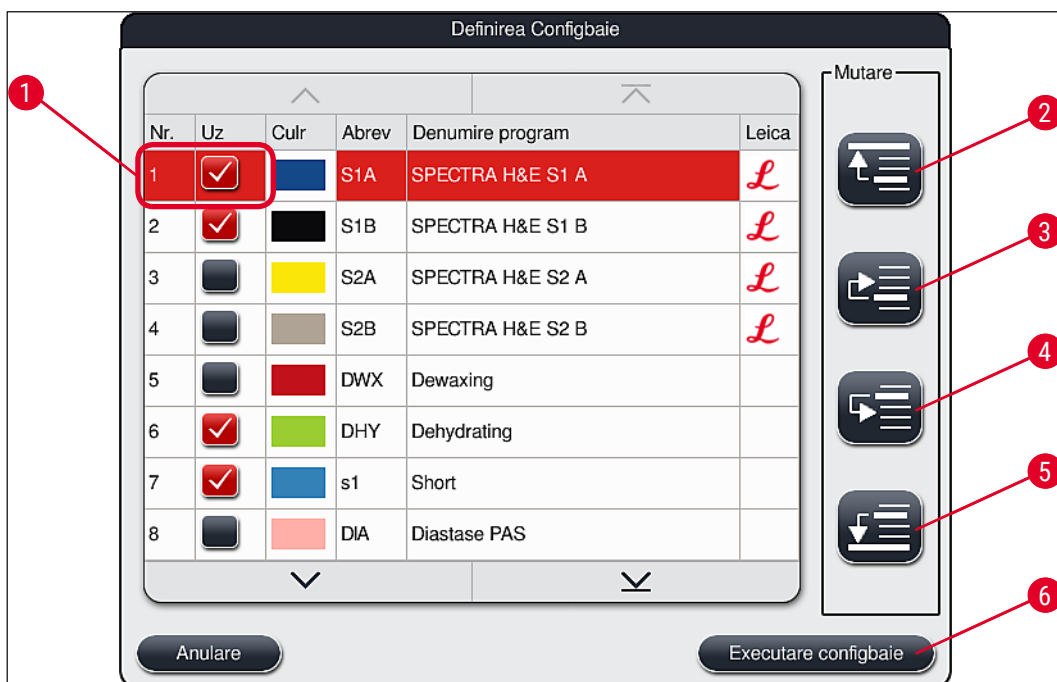

Fig. 49
- Apăsați tasta **Continuare** (→ "Fig. 51-4") pentru a continua sau tasta **Anulare** (→ "Fig. 51-5") pentru a reveni la selecția programului (→ "Fig. 49").